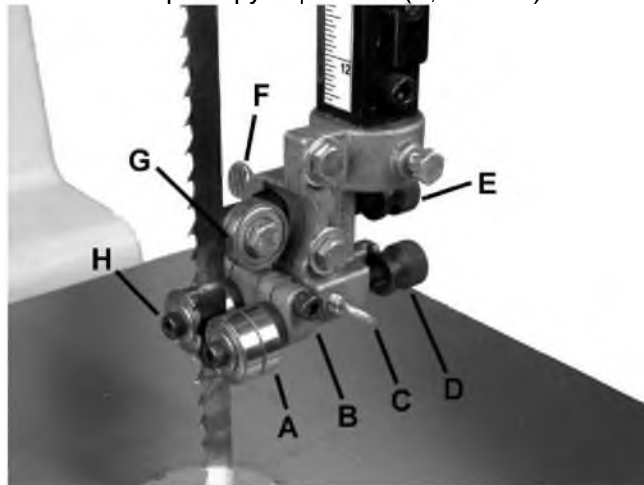

Рисунок 11.
3. Ослабьте барашек (F, Рис. 11) и поверните ручку с накаткой (E, Рис. 11), чтобы сдвинуть упорный подшипник (G, Рис. 11) внутрь или наружу, пока подшипник не будет на расстоянии 0,4 мм за полотном.
4. Затяните барашек (F, Рис. 11).
5. Ослабьте барашек (C, Рис. 11) и поверните ручку с накаткой (D, Рис. 11), чтобы сдвинуть скобу направляющего блока внутрь или наружу, пока передняя кромка направляющих подшипников не будет чуть позади впадин зубьев полотна.
6. Затяните барашек (C, Рис. 11).
7. Ослабьте фиксирующий винт (В, Рис. 11) и поверните направляющие подшипники (А, Рис. 11), повернув эксцентрик (Н, Рис. 11) торцевым шестигранным ключом 4 мм в комплекте. Направляющие подшипники должны быть так близко к полотну, как только возможно без сдавливания.
8. Затяните фиксирующий винт (В, Рис. 11).